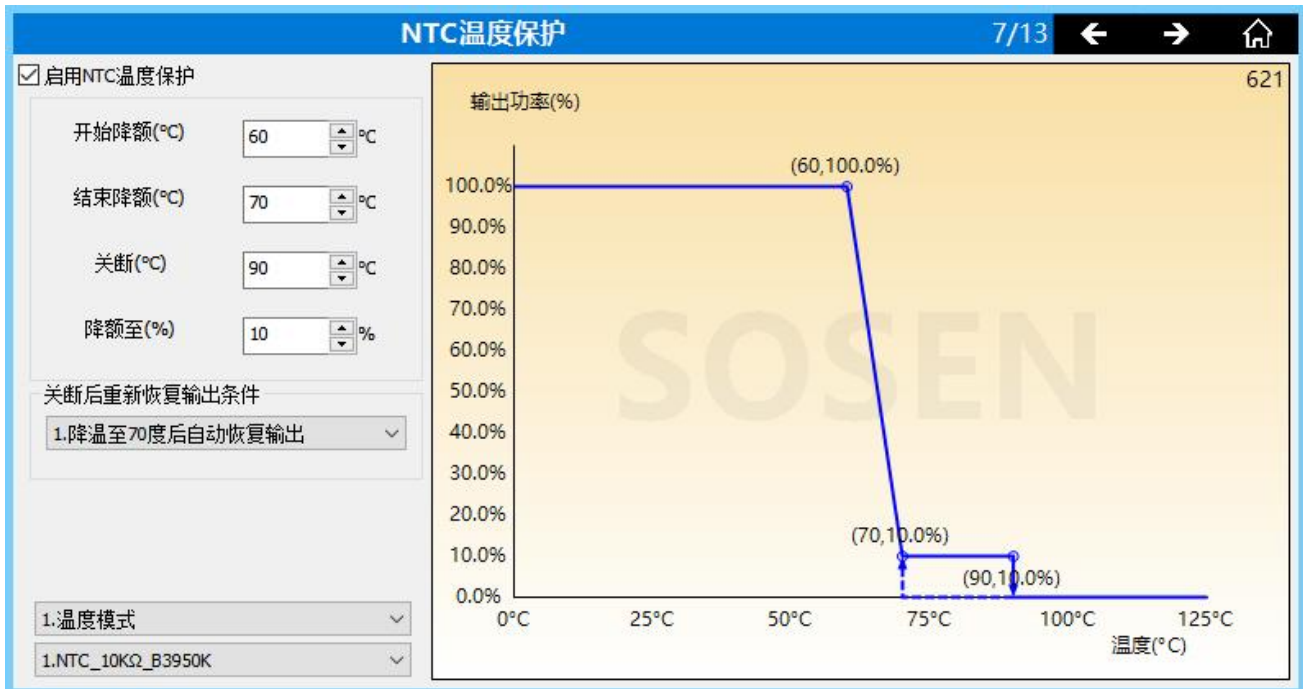

图 1
- a. D4i 机型所支持的 NTC 功能,如图 1 所示的功能界面。支持此功能的机型如 22PA-32F。
b. 运行逻辑:按图 1 所示参数设定,如蓝线所示,当温度低于 60°C时,输出功率为 100%;当温度大于 60°C且小于 70°C时,输出功率按 60°C到 70°C之间的斜线运行,随着温度的升高和降低,输出功率会伴随这个降低和升高;当温度大于 70°C,输出功率将降至 10%,并保持在 10%;当温度大于 90°C,将关断输出。另外,将关断温度设置成小于或等于结束降额的温度,将关闭关断功能,既不关断。